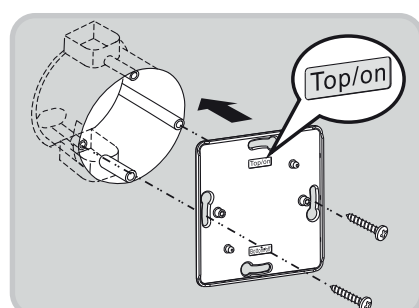

Fig. 11
- Monter støtterammen på boksen med skruer (se fig. 11).